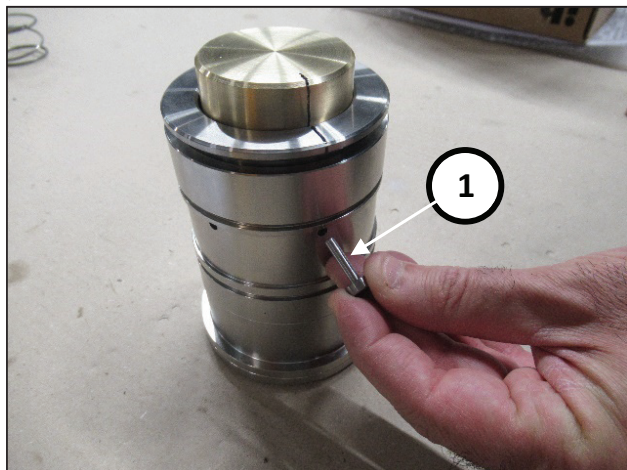

图 184
把代码为27945400的工具销插入相对的两个孔（位置①，图 184）。